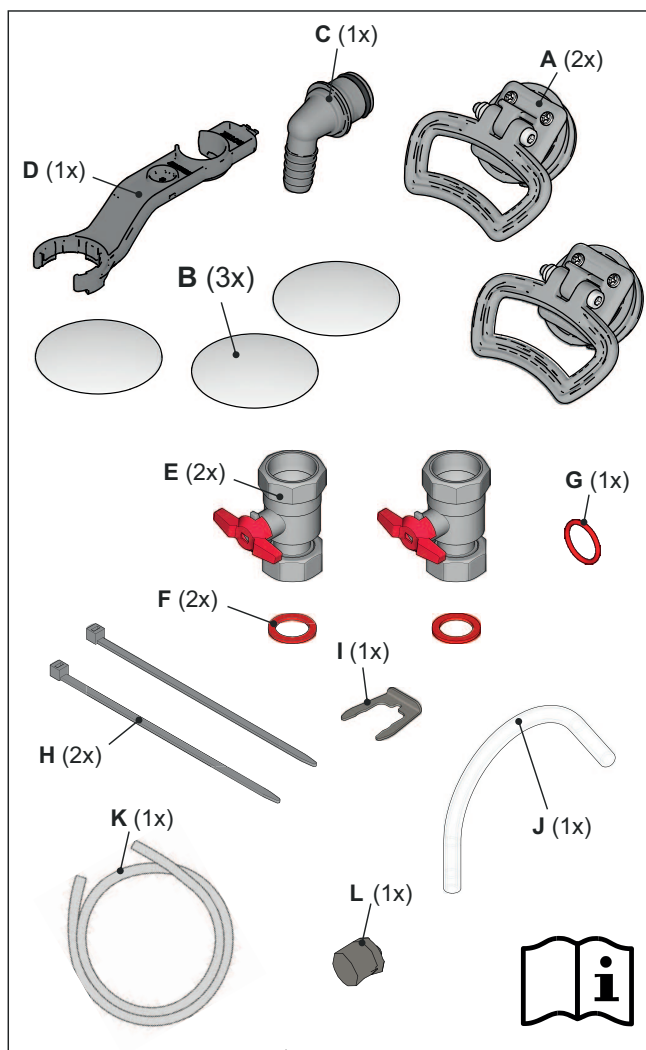

Fig. 44-5 Contenido de la bolsa de accesorios
- Bolsa de accesorios (véase Fig. 44-5),